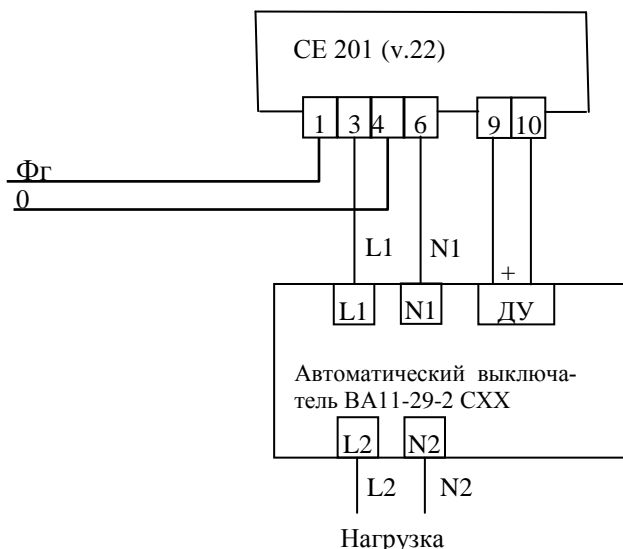

Рисунок 5.26 – Схема подключения автоматического выключателя ВА11-29-2
5.3.8.4 Срабатывание ИВ по превышению лимита мощности совместно с автоматическим выключателем ВА11-29-2 (рисунок 5.26) предоставляет возможность введения ограничения режима потребления. Для этого требуется установить:
5.3.8.5 Срабатывание ИВ по уровню напряжения совместно с автоматическим выключателем ВА11-29-2 (рисунок 5.26) может быть использовано для защиты бытовой техники от повреждения при перепадах напряжения в сети. Для этого требуется установить: